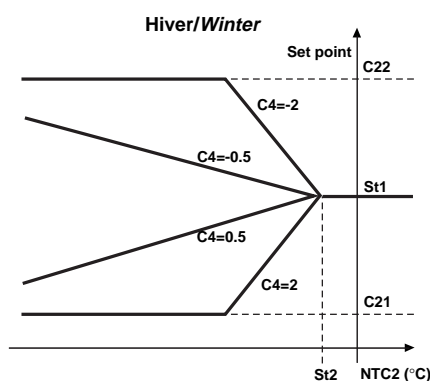

Fig.23
**Solution:** il est possible d'utiliser un régulateur Infrared avec la sonde principale NTC1 sur le circuit de l'eau, Mode 2 (chauffage), point de consigne St1=70 et différentiel P1=4. Il est en outre nécessaire d'utiliser une sonde NTC2 placée à l'extérieur, d'habilitier la compensation 'HIVER' (C19=3) avec St2=15 de façon à ce qu'elle intervienne seulement en cas de températures externes inférieures à 15°C. Pour le calcul de l'autorité, on considère que, face à une variation de NTC2 de -15°C (de +15 à 0°C), St1 doit varier de +15°C (de 70 à 85°C), il en résulte que C4= -1. Enfin, la limite maximale de St1 doit être fixée, en sélectionnant C22=85. Le graphique de la figure 23 indique comment varie St1 à la diminution de la température externe NTC2.
**Lösung:** Sie können einen Infraredregler mit dem Hauptfühler NTC1 im Wasserkreislauf benutzen, Modus 2=Heizen, Sollwert St1=70 und Schaltdifferenz P1=4. Weiteren müssen Sie einen Fühler NTC2 nach draußen legen und den Ausgleich "WINTER" (C19=3) mit St2=15 so einstellen, daß sich dieser nur bei Außentemperaturen von unter 15°C aktiviert. Für die Koeffizientenberechnung beachten Sie, daß für die Veränderung von NTC2 um -15°C (von +15 bis 0°C) sich St1 um +15°C (von 70 auf 85°C) ändern muß, folglich C4= -1. Schließlich muß die maximale Grenze von St1 gesetzt werden. Wählen Sie C22=85. Bild 23 erläutert, wie sich St1 ändert, wenn sich die Außentemperatur NTC2 vermindert.